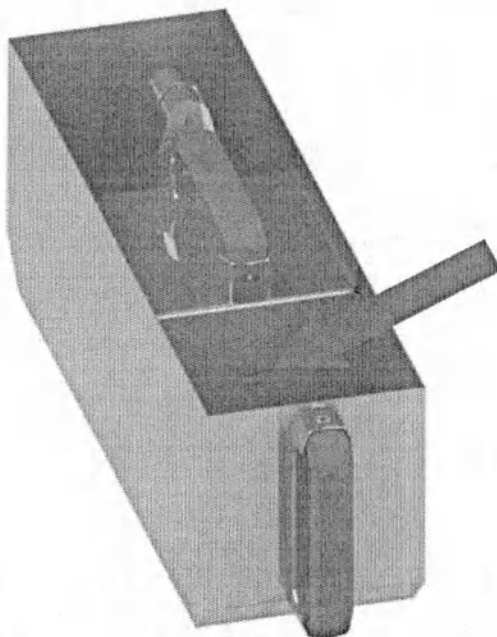

Рисунок 5.5 – Контейнер для парафина
7. Заполните контейнеры для парафина твердым гранулированным парафином или жидким. Каждый контейнер для парафина имеет метку уровня заполнения (Рисунок 5.5).